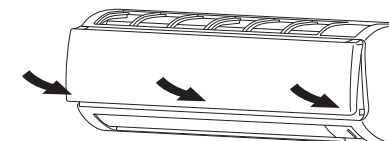

Fig. 3-45
- (b) Carregue nos cantos inferiores direito e esquerdo e no centro da grade de admissão de ar para fixá-la na unidade interior. (Fig. 3-45)